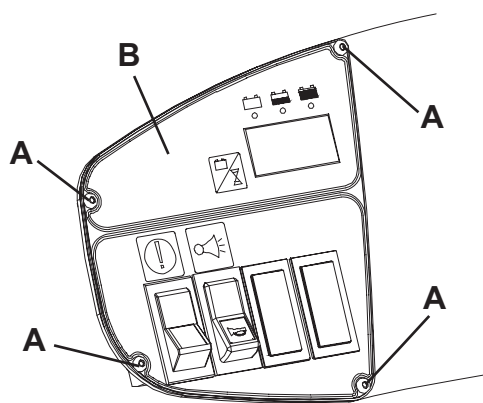

Abbildung 26
8. Sicherstellen, dass den Batteriestecker (25) getrennt ist.
9. Die Stützstange (37) auslösen und die Haube (22) schließen.
10. Die Schrauben (A, Abb. 26) entfernen und die rechte Schalttafel (B) vorsichtig herausziehen.
12. Die Schalttafel (B, Abb. 26) vorsichtig einbauen und mit den entsprechenden Schrauben (A) befestigen.
13. Die Haube (22) öffnen, den Batteriestecker (25) anschließen und die Haube (22) schließen.